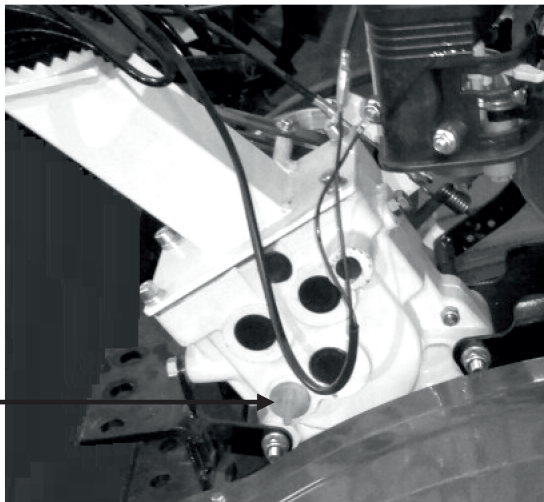

Рис. 24
2. Открутите пробку маслозаливной горловины редуктора (Рис. 24)